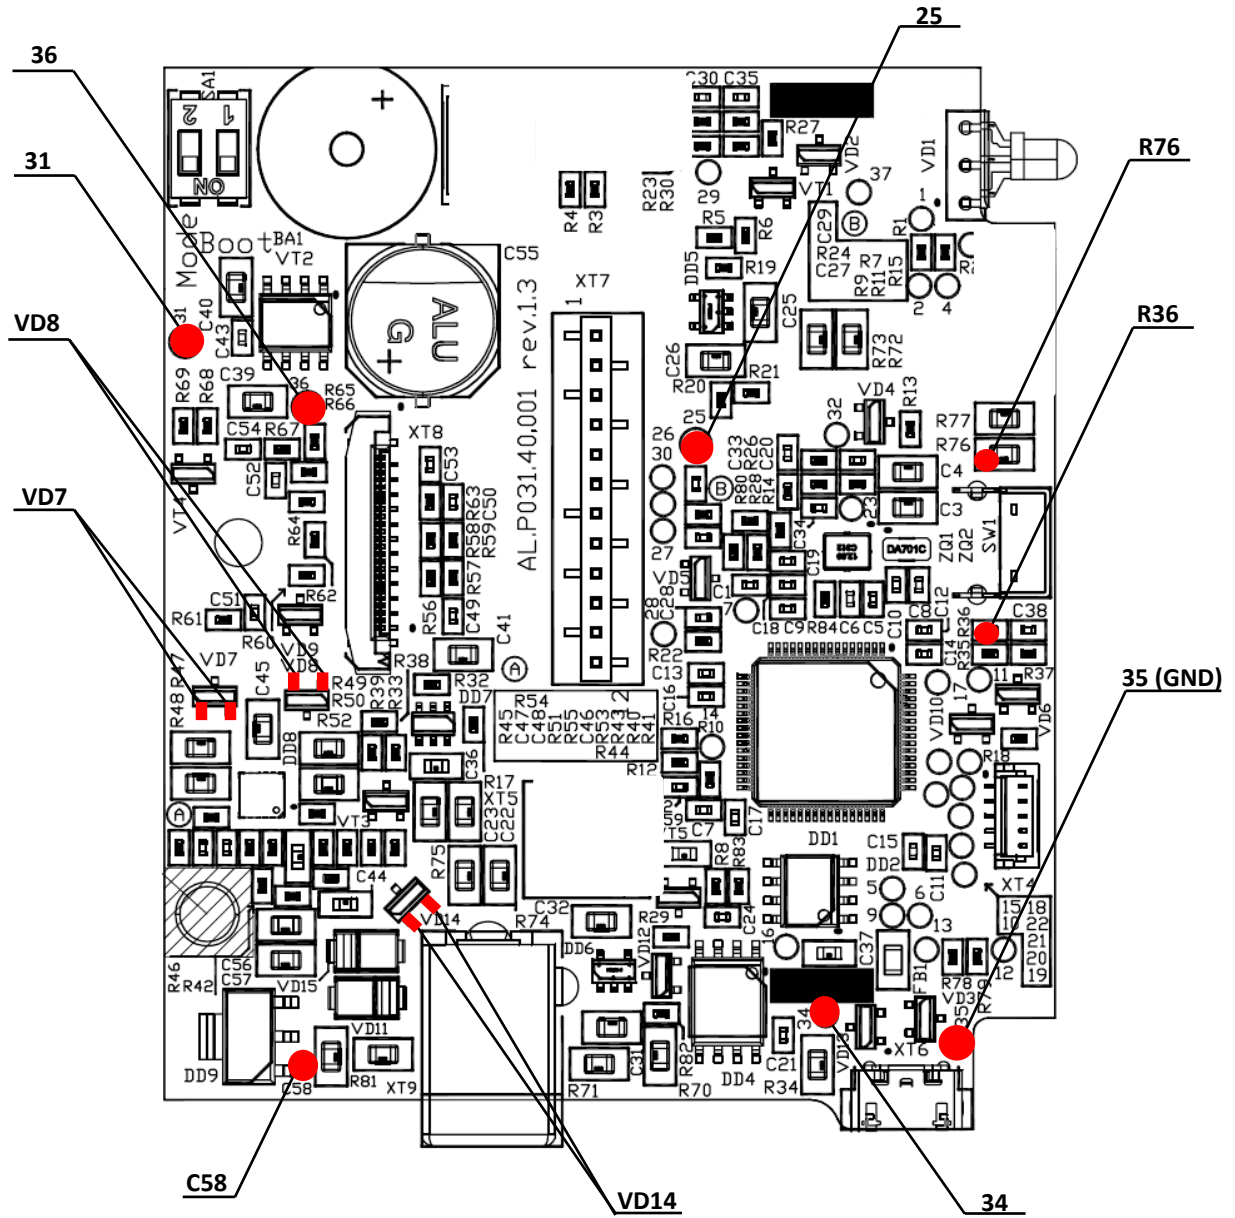

Рисунок 24. Расположение контрольных точек на БУ с БП AL.P031.40.000 rev. 1.3 (вид сверху)
4. Проверить при помощи мультиметра напряжение между контрольными точками **GND** и **34** (см. рисунок 24). Напряжение должно быть в диапазоне **4,8 - 5,3 Вольта**.